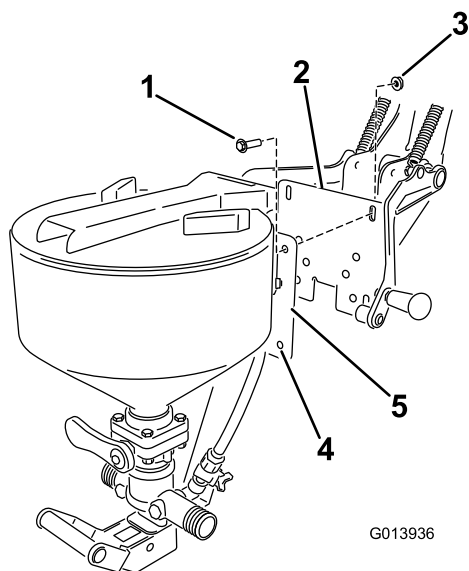

Figura 17
4. Allineate i fori presenti nella piastra di appoggio del gruppo nebulizzatore alle asole situate nella contropiastra del gruppo base (Figura 17). Installate quattro bulloni (3/8 x 1 pollice), e quattro dadi di bloccaggio (3/8 pollice) per il montaggio del nebulizzatore. Non serrare in questa fase.